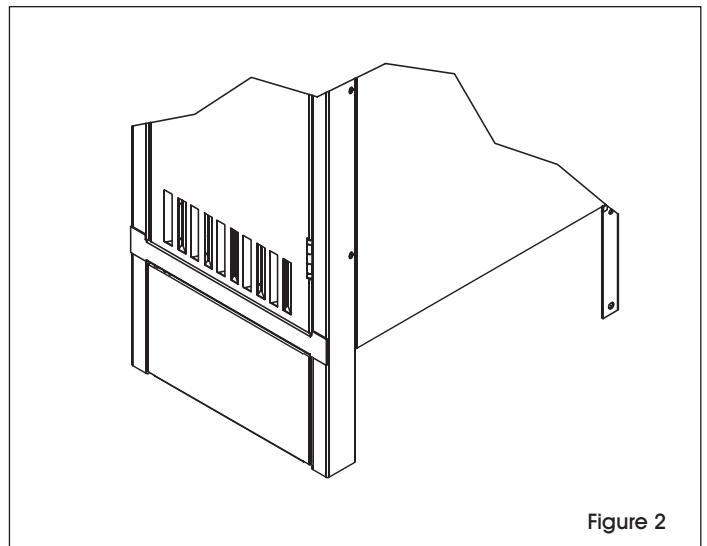

Figure 2
2. La plaque de base s'enclenche fermement en place. (Voir Figure 2)